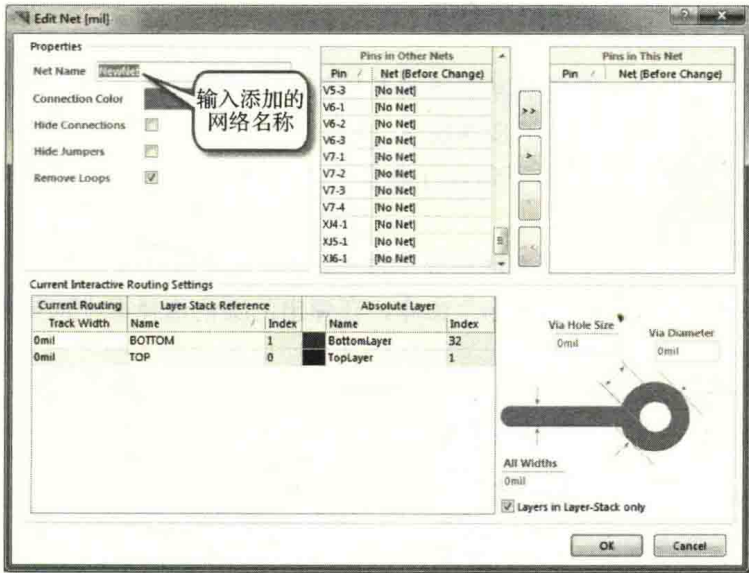

图 9-79 单个网络的添加
(2) 单击“Add”按钮，可以添加一个新的网络，对新的网络名称进行定义，单击“OK”按钮，可完成一个单独的网络添加，如图 9-79 所示。